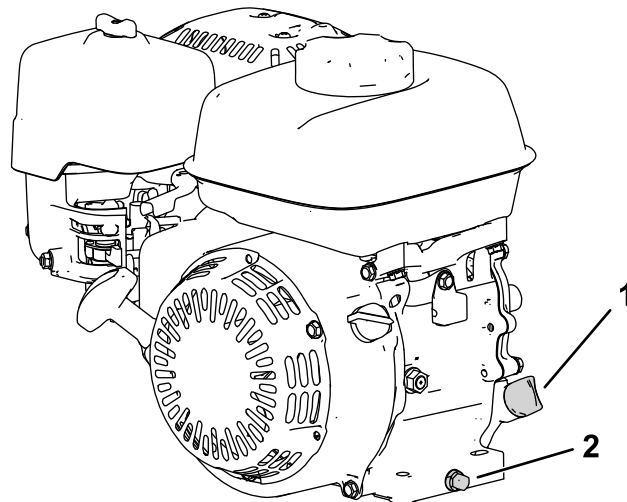

Figura 25
2. Coloque a máquina de maneira a que o motor esteja nivelado e limpe a área à volta do tubo de enchimento de óleo (Figura 25).
- Retire o tampão de escoamento, anilha e vareta (Figura 25).